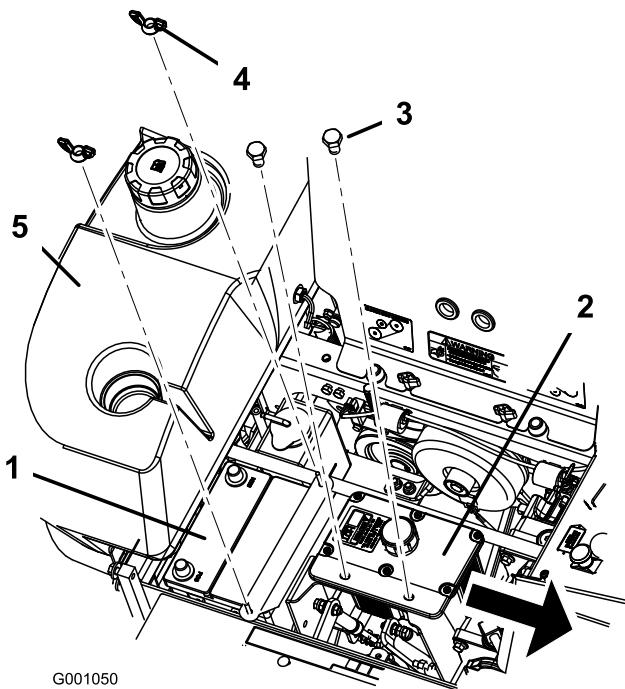

Figura 44
6. Togliete entrambi i dadi ad alette (1/4 poll.) che fissano la staffa di montaggio della batteria (Figura 44).
7. Togliete i due bulloni di fissaggio del serbatoio idraulico (Figura 44).
1. Posizionate la batteria nel vassoio, con i poli in posizione opposta al serbatoio idraulico (Figura 44).
6. Fissate la batteria con bulloni a J, il morsetto fissatore e due rondelle (1/4 poll.) e due dadi ad alette (1/4 poll.) (Figura 44).